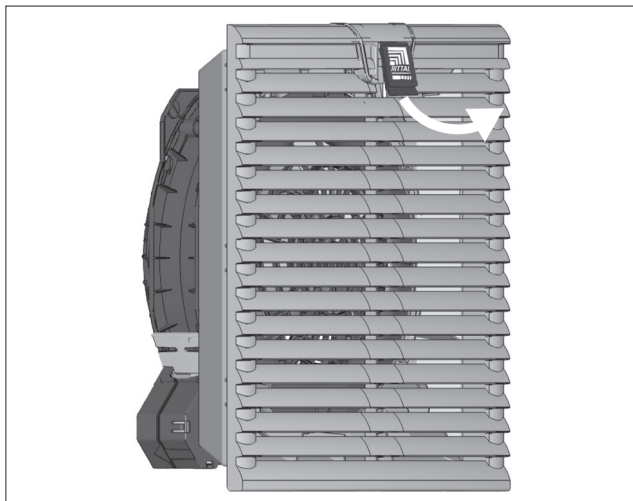

Bild 6: Lossning av lamellgallret
- Dra den funktionella logon i lamellgallret uppåt lite grann med fingret (se bild 6).